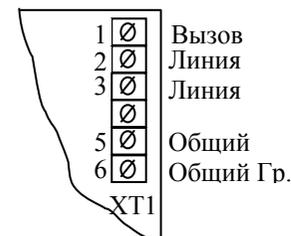

Рисунок 1 – Расположение контактов на клеммной колодке ПУ.У
– произведите подключение концов линейного кабеля к клеммной колодке согласно надписям под колодкой и на внутренней части крышки (см. рис. 1);